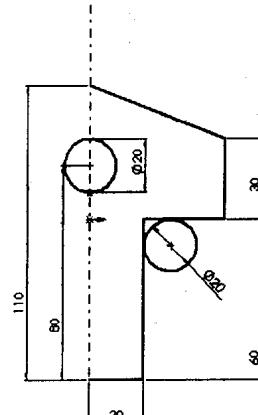

图 1-4 两个圆弧
(2) 绘制如图 1-4 中的两个圆，一个圆的圆心在中心线上，并选择“尺寸标注”命令进行尺寸定义，结果如图 1-4 所示。